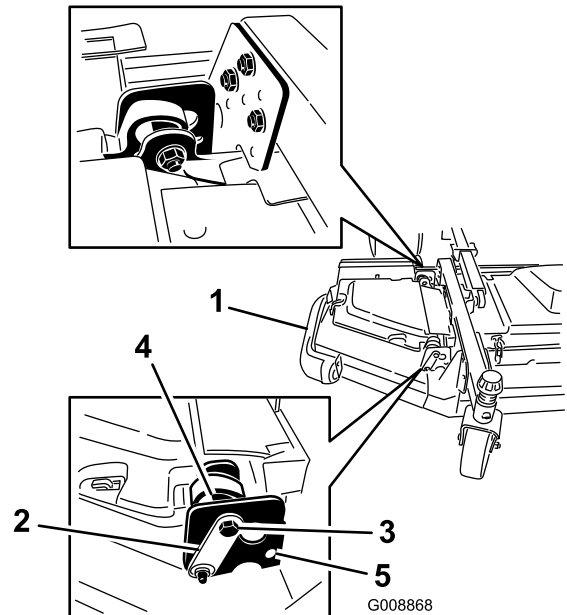

Figure 7
2. Desserrez les boulons et écrous qui fixent les 2 entretoises excentriques aux plateaux d'extrémité (Figure 7).
4. Tournez l'excentrique arrière (le plus proche du groupe de déplacement) jusqu'à ce que la pointe de la lame extérieure soit plus haute d'environ 3 mm que la hauteur de coupe voulue (Figure 7).